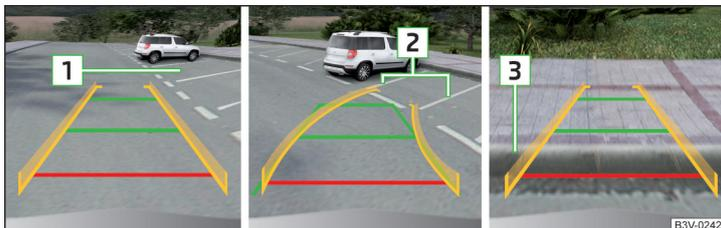

Fig. 188 Indicateur à l'écran
- Avancer lentement vers la place de stationnement choisie **1** » fig. 188 et arrêter le véhicule.